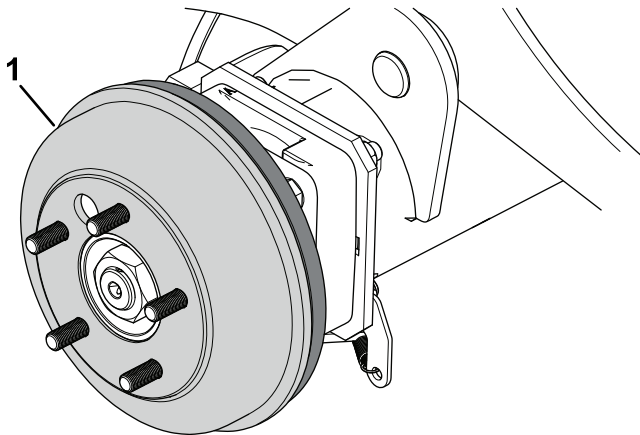

**Bild 70**
4. Entfernen Sie die Bremstrommeln (Bild 70) von Hand.